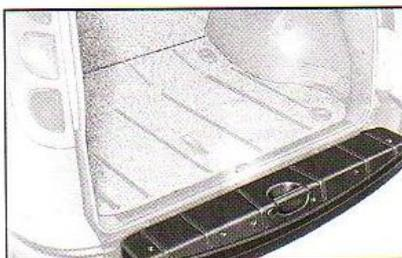

fig. 117
3) Abaixar o pára-choque segurando-o sempre. Quando estiver totalmente abaixado, ficará no mesmo nível da superfície de carga **fig. 117**.